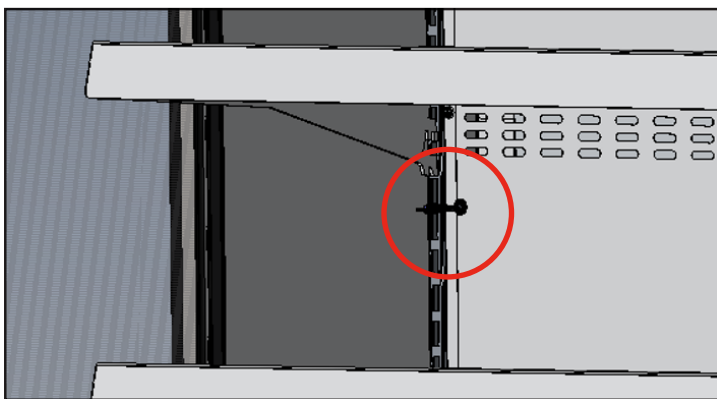

Рис. 1. Определите кабель питания светодиодной подсветки.
1. Найдите кабель питания светодиодной подсветки, выходящий из внутренней задней стенки. См. рис. 1.